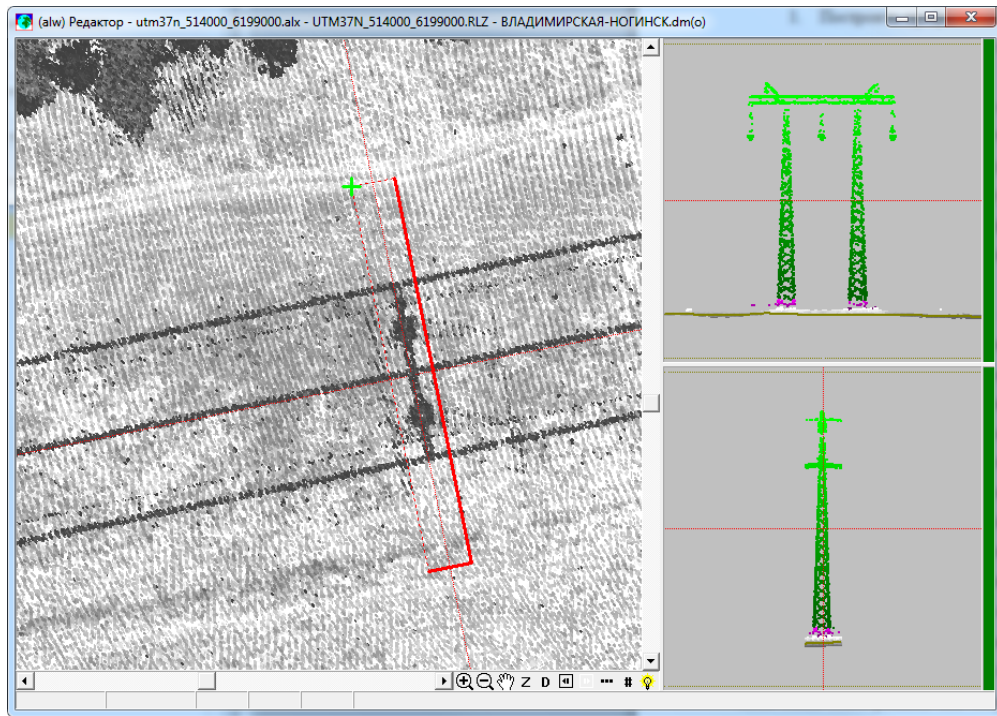

Рис. 25 Выделение опоры профильным коридором
1. Построить профильный коридор, захватив облако точек, отраженных от опоры, и проведя осевую линию коридора в направлении, перпендикулярном ЛЭП (**Рис. 25**):